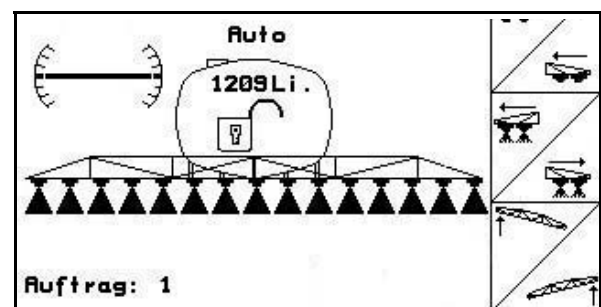

Рис. 85
- На дисплее символ регулировки наклона (Рис. 85/1) показывает горизонтальную установку штанг опрыскивателя.